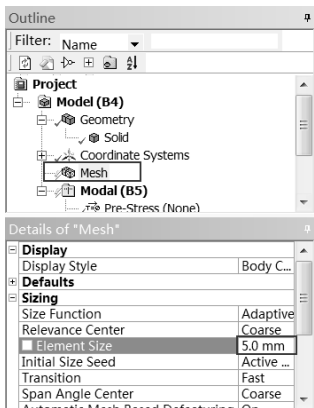

图 10-18 设置网格大小
Step3：选择 Mechanical 界面左侧 Outline (分析树) 中的 Mesh 选项，此时可在 Details of “Mesh” (参数列表) 中修改网格参数，如图 10-18 所示，在 Sizing 的 Element Size 中输入 5mm，其余采用默认设置。